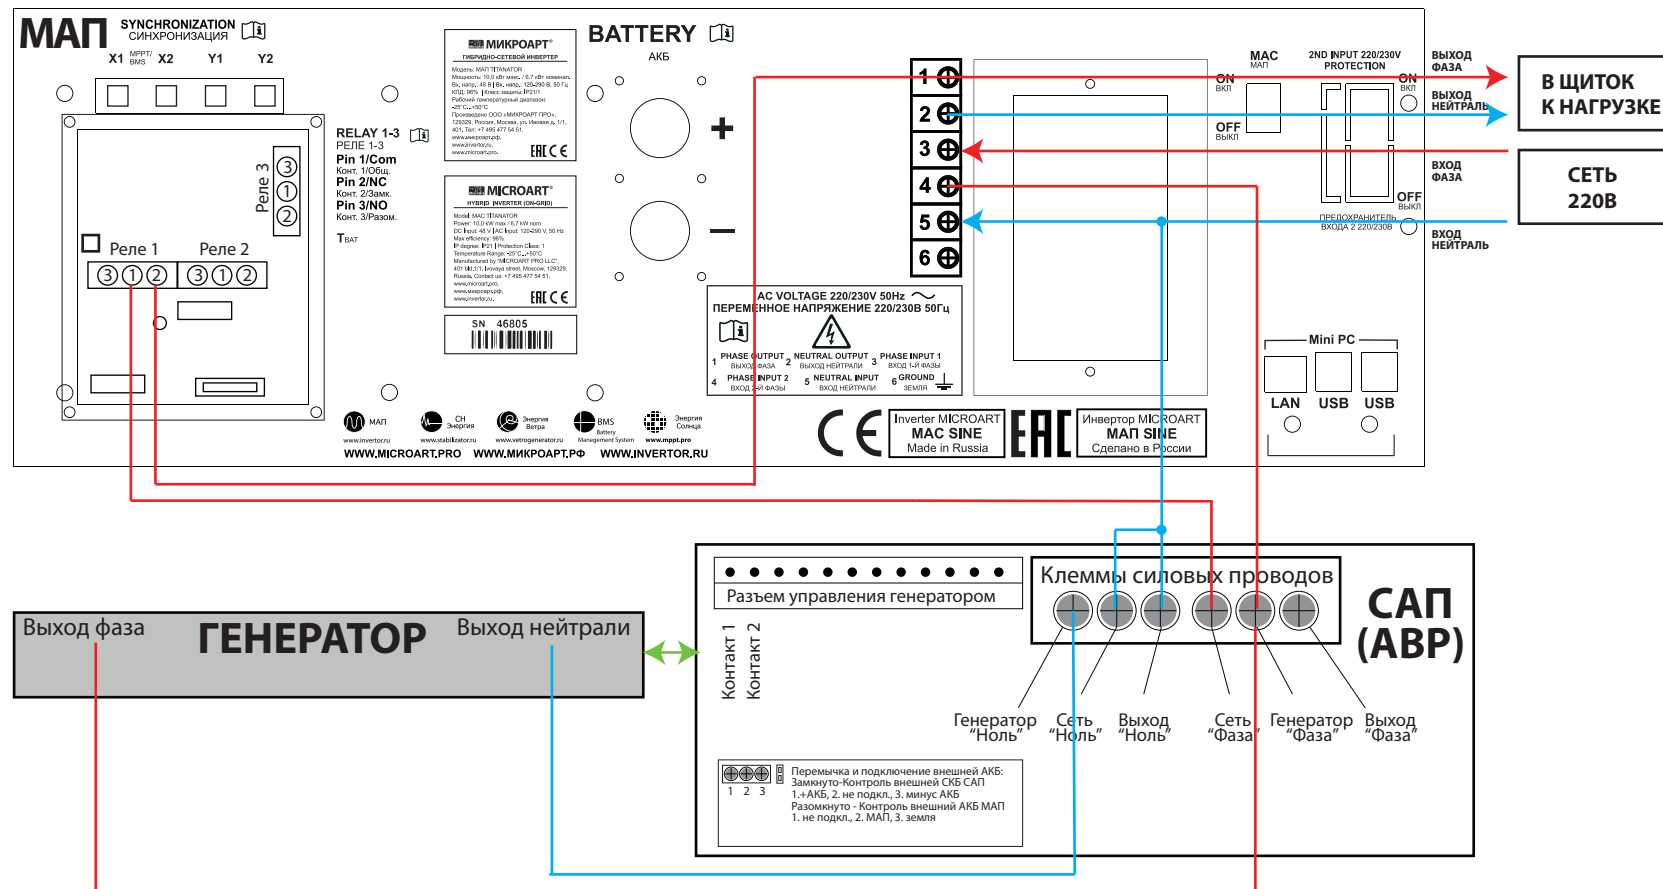

Рисунок 15. Пример подключения топливного генератора на 2-й вход МАП DOMINATOR/TITANATOR с помощью САП или ABP
2) 2-ой сетевой вход МАП подключается не к ВЫХОДУ САП (ABP), а к ВХОДУ САП (ABP) («Генератор фаза» на рис.15), т.е к выходу непосредственно генератора. При подключении к ВЫХОДУ вы «закольцуете» схему (подключите выход МАП (через дополнительное реле) к входу 2 МАП).